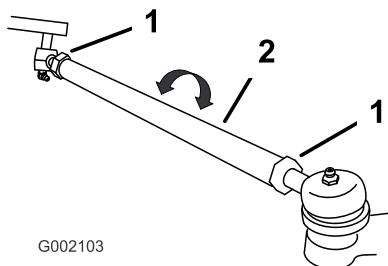

Figura 44
7. Se a medição obtida não se situar entre 0 e 6 mm, desaperte as porcas de retenção nas extremidades das barras (Figura 44).